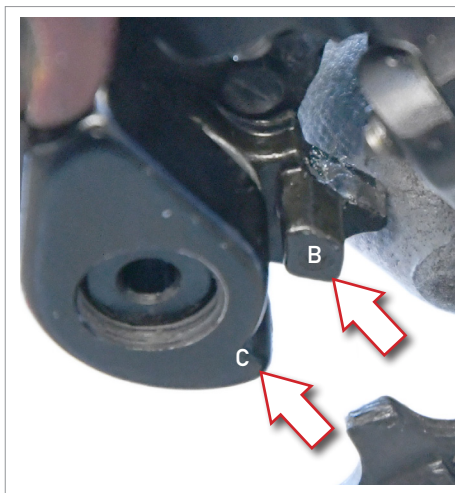
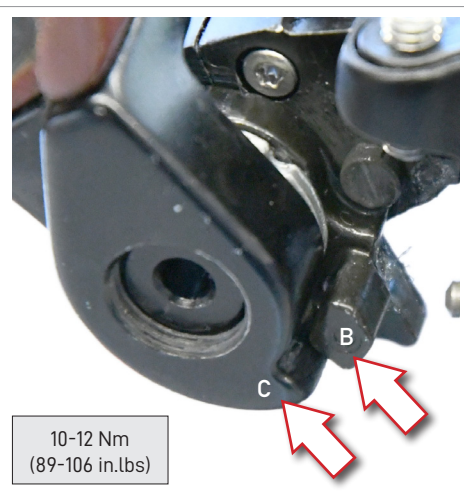

Fig.5
Fig.6
- In fase di montaggio, assicuratevi che il dente del cambio (B - Fig.5) si appoggi correttamente al dente presente nel forcellino attacco cambio (C - Fig. 6).